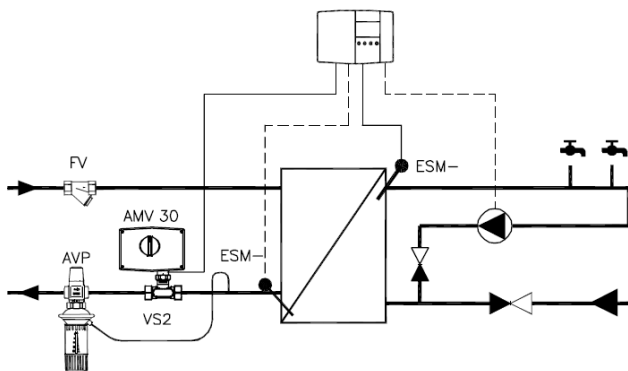

Рис. 2. Система горячего водоснабжения.
Клапан регулирующий тип VS 2 (седельный проходной) (рис.1) предназначен для применения с редукторными электрическими приводами типов AMV 150 (DN15 мм), AMV(E) 10, AMV(E) 20, AMV(E) 30, AMV(E) 13, AMV(E) 13SU, AMV(E) 23, AMV(E) 23SU и AMV(E) 33 преимущественно в системах отопления, горячего водоснабжения, вентиляции и кондиционирования воздуха (см. рис. 2,3).